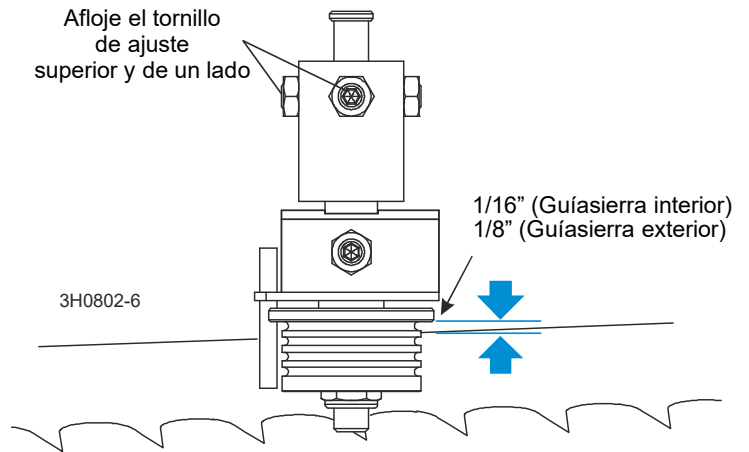

FIG. 8-8
2. Afloje el tornillo superior y el lateral que se indican. Vea FIG. 8-8.